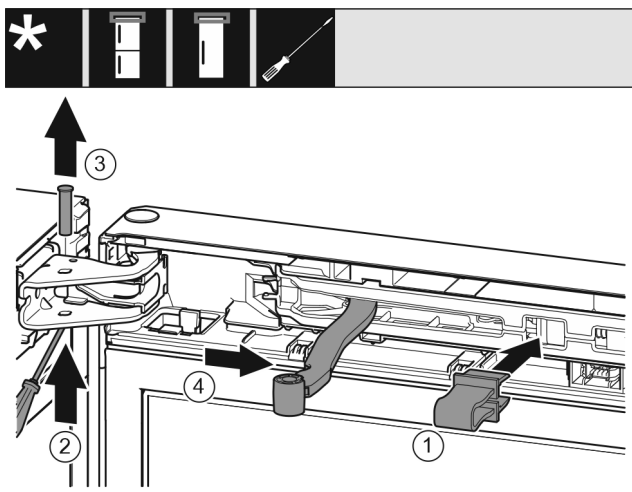

Fig. 9
- ▶ Pojistku nechte zapadnout do otvoru. Fig. 9 (1)
- ▶ Šroubovákem vysuňte čep. Fig. 9 (2)
- ▶ Čep vytáhněte směrem nahoru. Fig. 9 (3)
- ▶ Otočte kloub směrem ke dveřím. Fig. 9 (4)